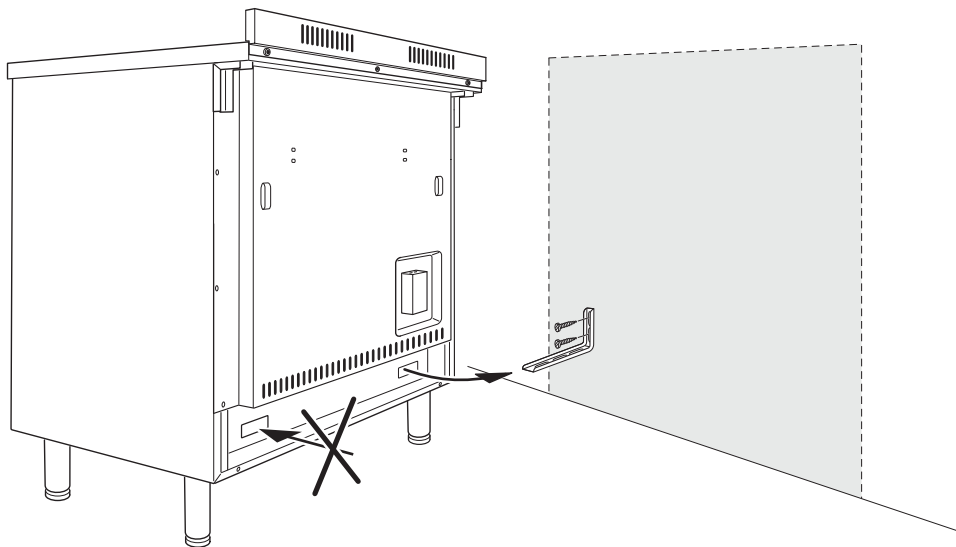

Fig. 1.9
1. När du har valt plats för spisen markeras placeringen för de två skruvarna till anti-tippbeslaget på väggen. Se Fig. 1.9.
4. Flytta spisen mot väggen och justera höjden på anti-tippbeslaget med hålen på spisen. Se Fig. 1.9.